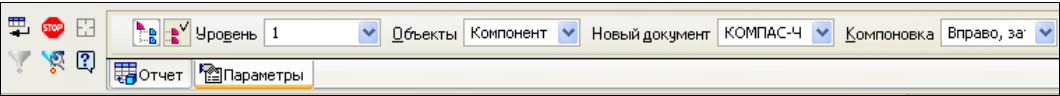

Рис. 28.18. Панель свойств: Создать отчет на вкладке Параметры
- ◆ щелкните ЛК мыши по вкладке **Параметры** Панели свойств (рис. 28.18). На этой вкладке в группе **Автовывбор** выберите вариант **По всем уровням** . Это позволит получить отчет, в котором будут перечислены все детали, входящие в состав сборочных единиц;